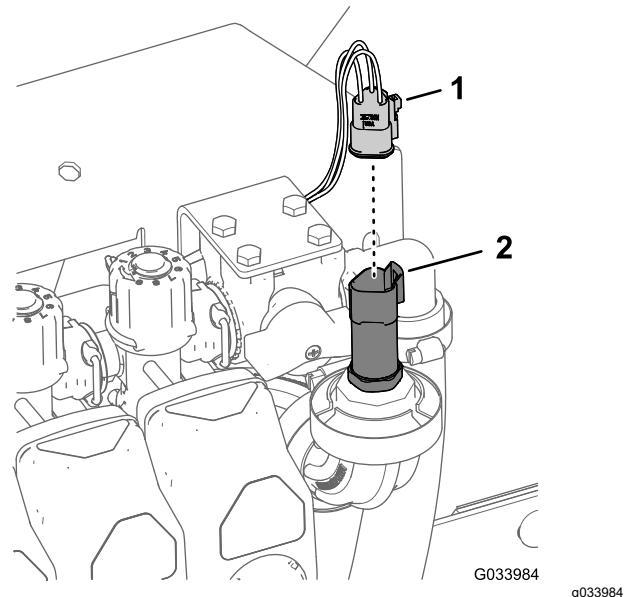

Рисунок 9
1. Отсоедините 3-гнездовой соединитель датчика давления (Рисунок 9).